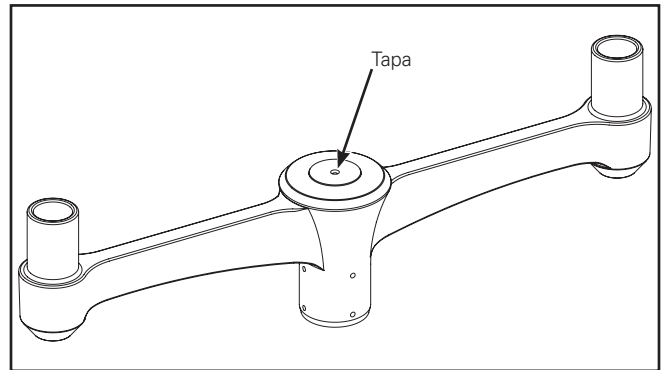

Figura 1.
1. Afloje el tornillo cautivo y quite la tapa. (Figura 1.)